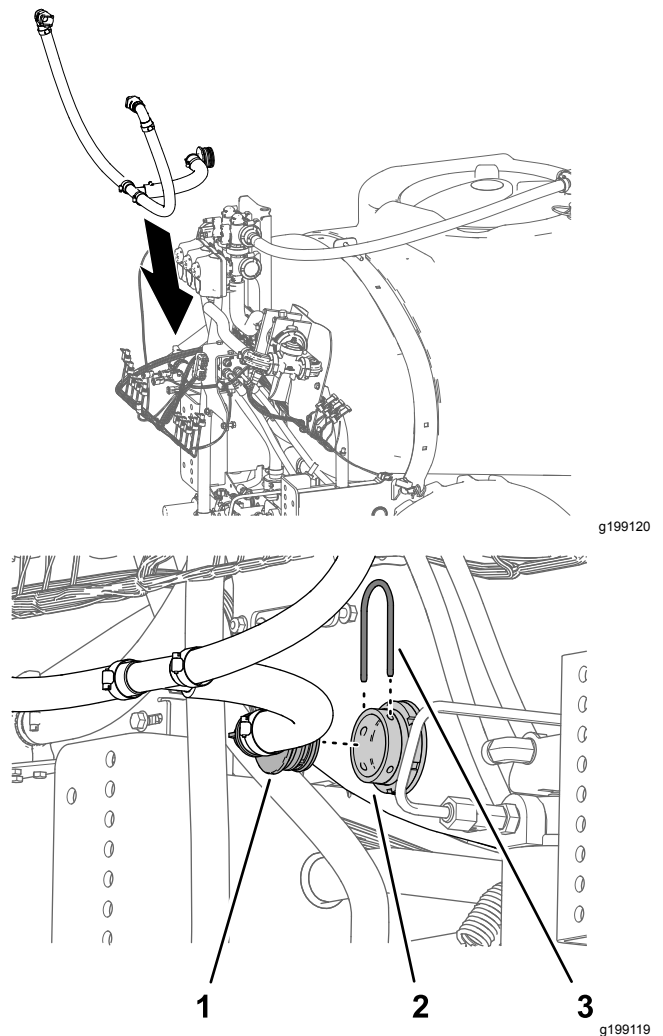

Figure 94
1. Alignez l'ensemble flexibles de dérivation sur la cuve du pulvérisateur (Figure 94).